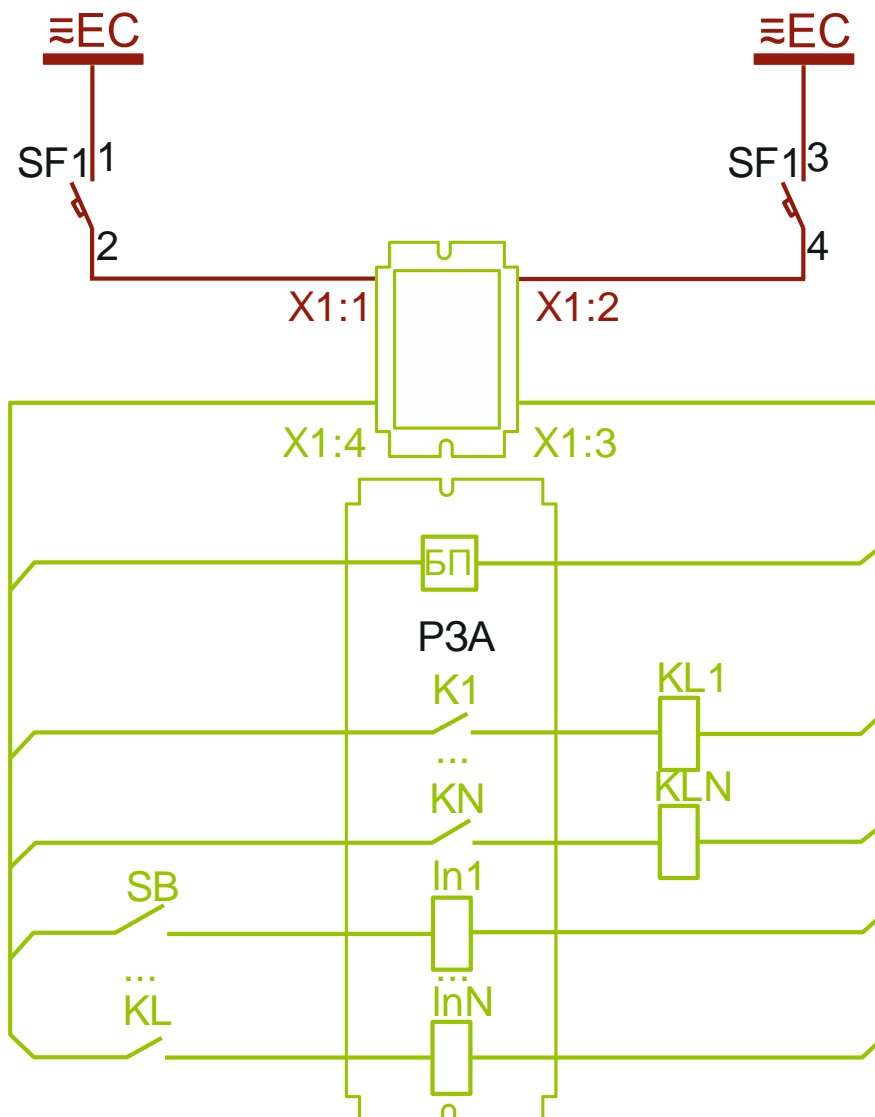

Рисунок 4.2 – Рекомендуемая схема организации питания устройств релейной защиты и дискретных сигналов с помощью блока питания Пион-К
- обеспечение нормальной работы блока защиты ячейки путем гарантированного питания дискретных входов, управляющих реле и самого устройства РЗА (рисунок 4.2);